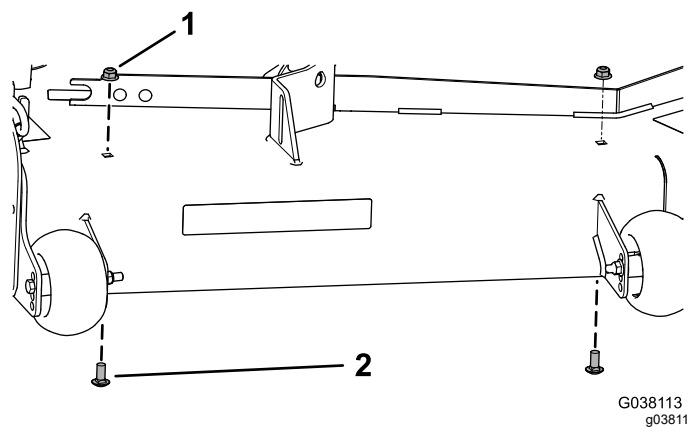

Figure 25
1. Retirez les 2 écrous à embase ($\frac{3}{8}$ po) et les 2 boulons de carrosserie ($\frac{3}{8} \times \frac{7}{8}$ po) existants du tablier de coupe (Figure 25).